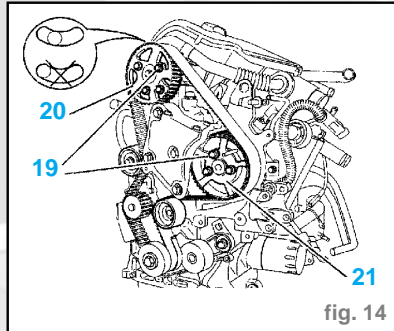

fig. 14
- Tourner le galet-tendeur (16) dans le sens inverse des aiguilles d'une montre (à l'aide de l'outil [10] (-).0188-J1).
- Serrer l'écrou (23) à **1,8 daN.m** (sans modifier la position du galet (16)).
Impératif : En déposant une vis (19) sur chacune des poulies (20) et (21), s'assurer que ces vis (19) ne sont pas en butée de boutonnière. Dans le cas contraire, reprendre l'opération de repose de la courroie de distribution (fig. 14).